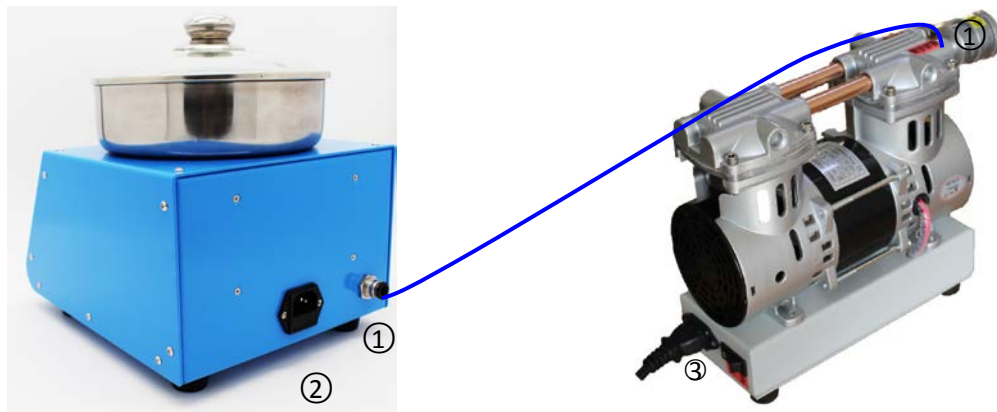

图 3 机械泵、匀胶机总连接示意图
机械泵、匀胶机的总连接主要包括以下三项。具体连接方式见图 3，将图 3 中相同标号的位置进行连接（①-①），②、③接总电源。注：连接过程请务必保证断电状态。
- 匀胶机供电实现（总电源线连接，②）；
- 机械泵供电实现（泵电源线连接，③）；
- 匀胶机进气实现（气管连接，①-①）。